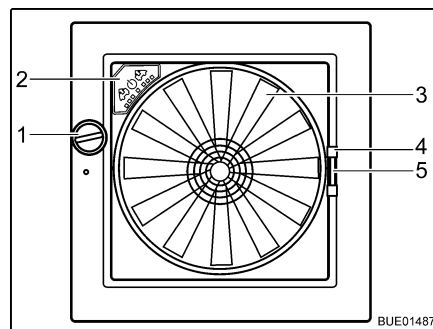

Bild 78 Dachhaube Omni-Vent
- Drehknopf (Bild 78,1) drehen, bis der gewünschte Öffnungswinkel erreicht ist.
- Drehknopf (Bild 78,1) drehen, bis Dachhaube vollständig geschlossen ist.
- Insektenschutz am Griff (Bild 78,4) zur gegenüberliegenden Rahmen-seite ziehen.
- Griff (Bild 78,5) der Verdunklung zusammendrücken.
- Ventilator** Wenn die Dachhaube geöffnet ist, kann der Innenraum mit dem 6-stufigen Ventilator (Bild 78,3) belüftet und entlüftet werden. Der Ventilator wird am Bedienfeld (Bild 78,2) bedient.